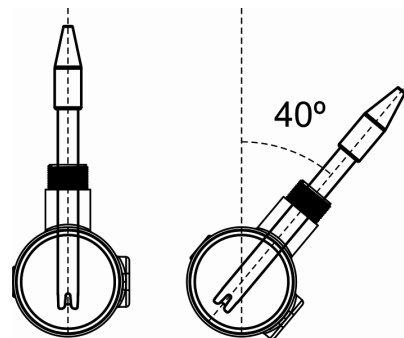

Abb. 13
4. **Die sensor Sensor sollte am besten immer senkrecht installiert werden oder mit einer maximalen Neigung von 40° (Abb. 13).**